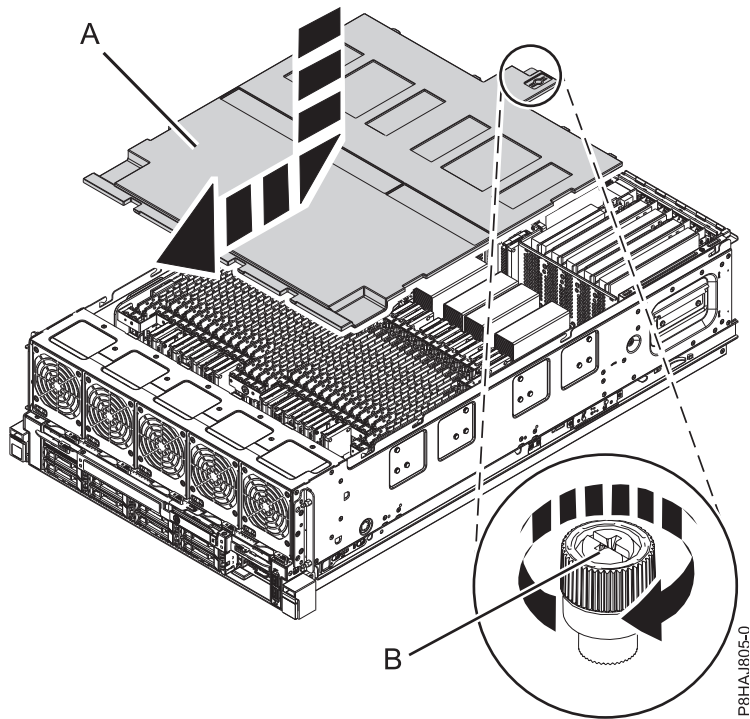

図 70. 安全カバーの再取り付け
2. 安全カバー (A) をシャーシ方向へ押します。
3. つまみねじ (B) を、116 ページの図 70 に示されている方向に回転させて締めて、安全カバーをシャーシに固定します。